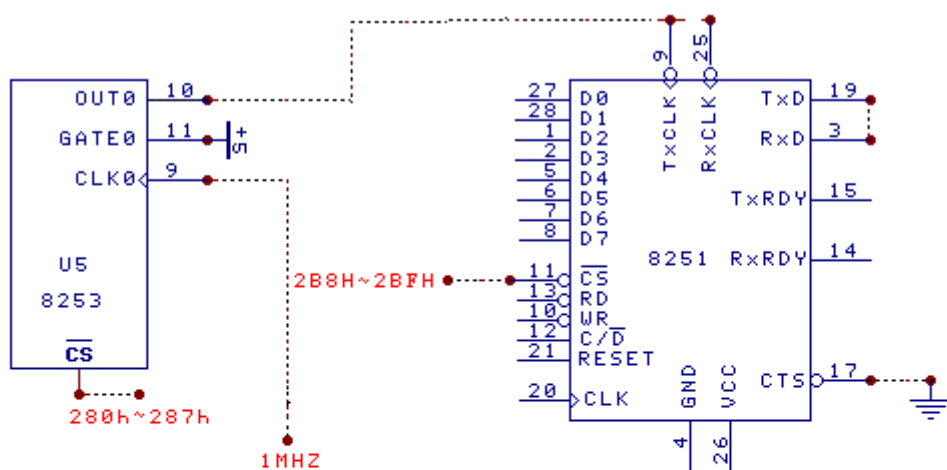

图4-16-1 串行通讯电路
- 1、按图4-16-1连接好电路, (8251插通用插座) 其中8253计数器用于产生8251的发送和接收时钟, TXD和RXD连在一起。